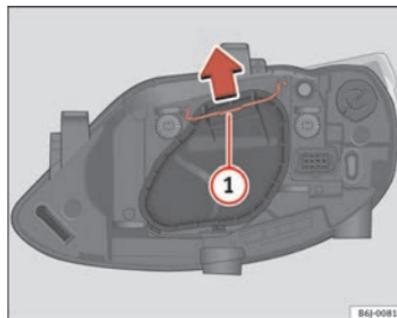

Fig. 139 Feu de croisement / de route phare simple
- Déplacez le tirant ⇒ page 232, fig. 139 ① dans le sens de la flèche puis retirez le cache.